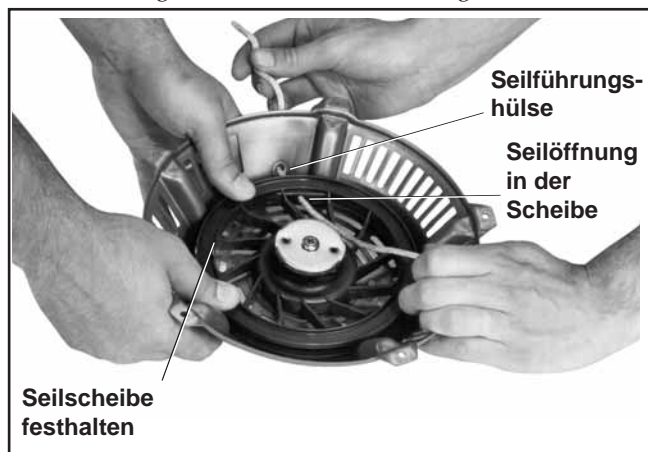

Abbildung 7-4. Einbau des Seils.
- Führen Sie das neue Seil durch die Seilöffnung in der Scheibe sowie die Seilführungshülse im Anlassergehäuse ein. Siehe Abbildung 7-4.